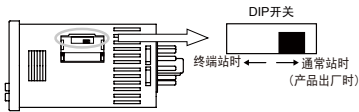

图2
- (3) 将DIP开关移到环保型功率表侧, 可作为一个终端站 (图2)。